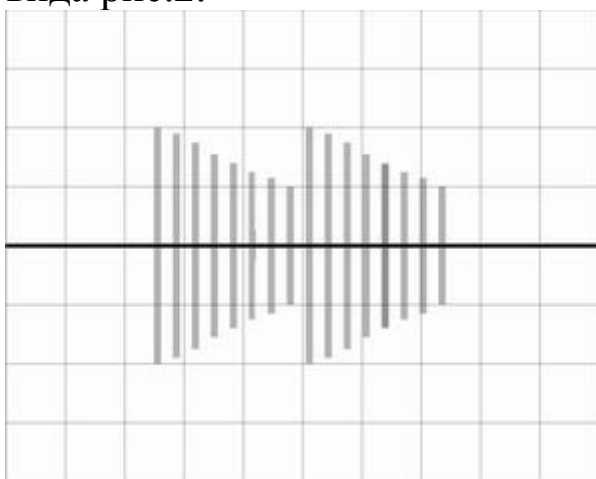

Рис. 2.Пачка из 16 импульсов.
- добиться на осциллографе устойчивой картинке 16-и импульсов вида рис.2.